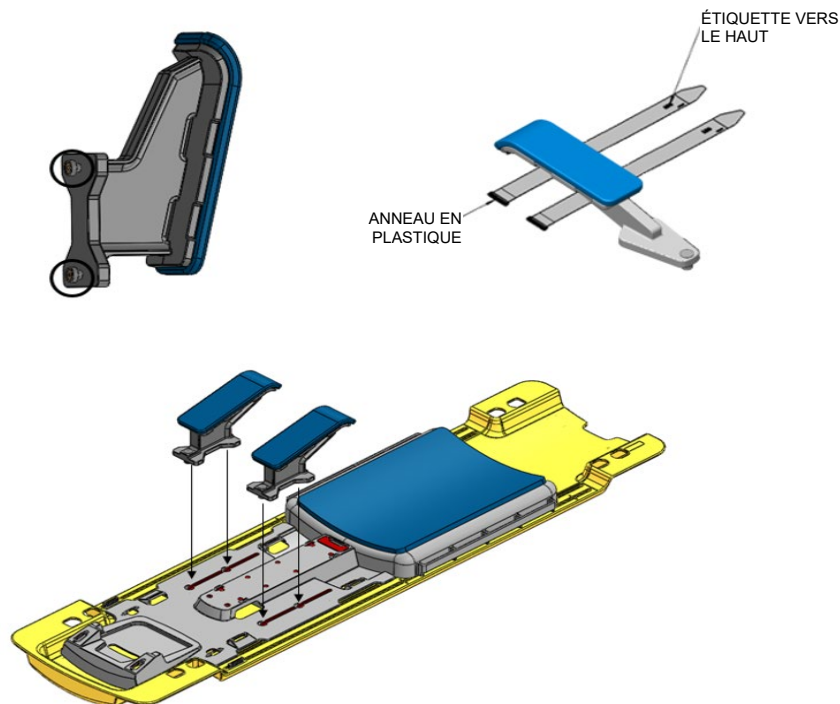

Figure 24 : Insertion des supports de jambes et sangles des supports de jambes
- a. Placer les supports de jambes dans les fentes prévues à cet effet, sur la plaque de base. Utiliser les pinces des supports de jambes pour les placer dans les fentes de la plaque de base (Figure 24).